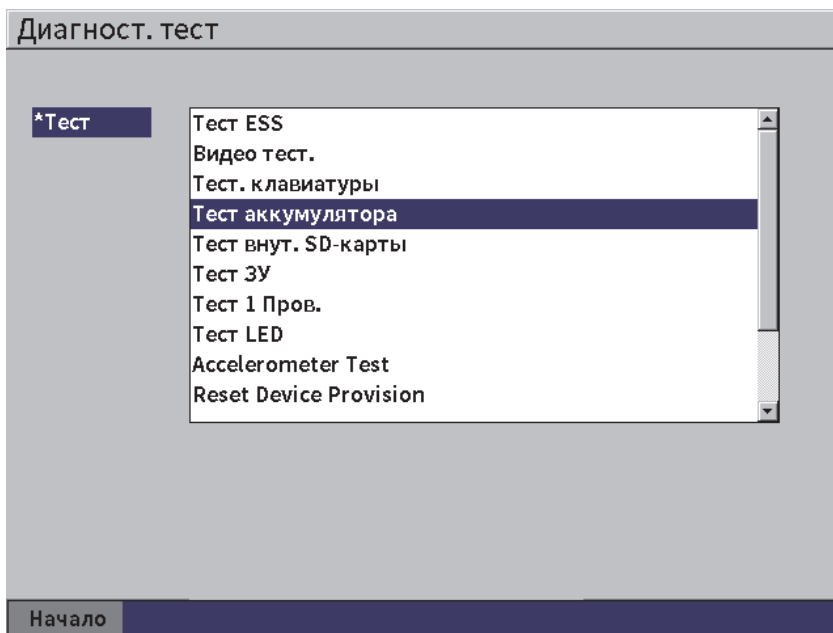

Рис. 5-15 Страница Диагностический тест
1. Выберите значок () , чтобы открыть страницу **Диагност. тест** (см. Рис. 5-15 на стр 79).